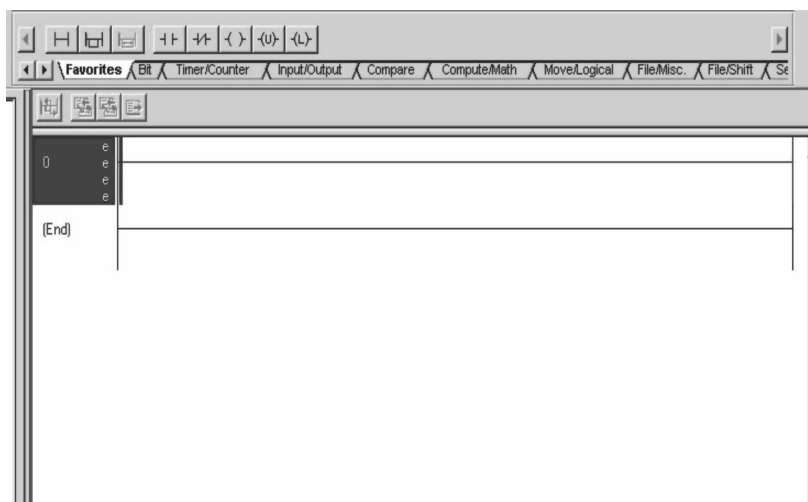

图 1-7 程序编辑器界面
3. 双击 MainRoutine 图标 ()。将打开例程编辑器。软件中会自动添加一个空梯级，如图 1-7 所示。